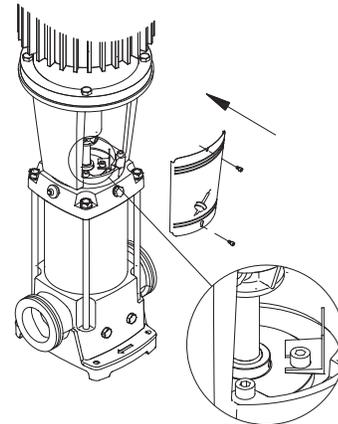

Fig. 21 Stockage de la fourche de réglage CR, CRN 32, 45, 64, 90, 120, et 150
5. Serrer les vis de l'accouplement à 62 lbs-pi (moteurs 75 et 100 CV à 74 lbs-pi). Retirer la fourche de réglage du dessous du collier de joint cartouche et la remettre à sa place de stockage. Voir fig. 21.